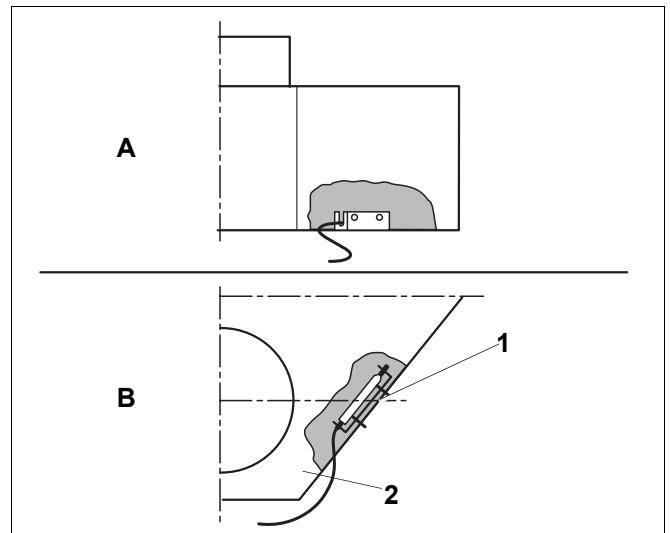
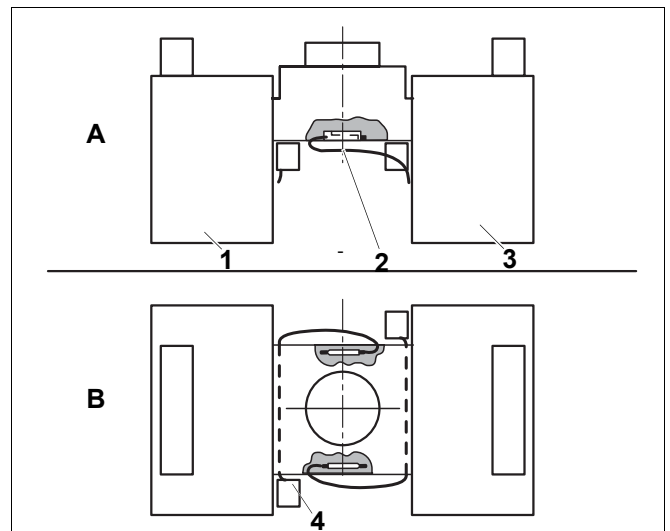

Рис. 22 Датчик температуры дымовых газов Logano G334 WS
Рис. 23 2 системы AW 50 на установке с двумя котлами Logano G334 WS
- Закрепите двумя винтами крепежную планку с датчиком на внутренней стороне прерывателя тяги или на установке с двумя котлами на внутренней стороне сборного канала. Активная часть в середине датчика должна быть расположена по центру дымовой трубы (рис. 22 и рис. 23).